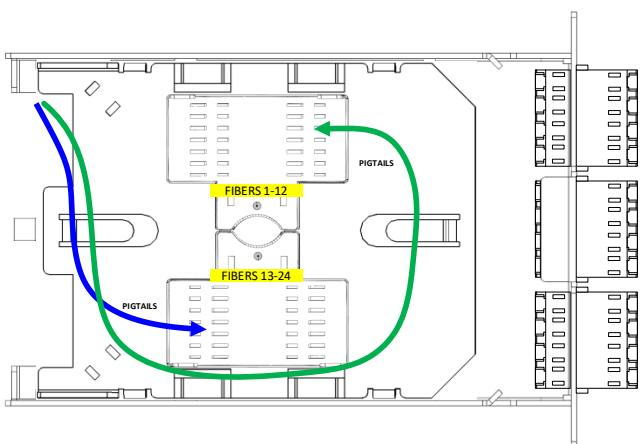
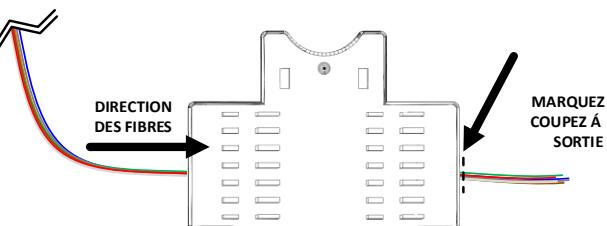
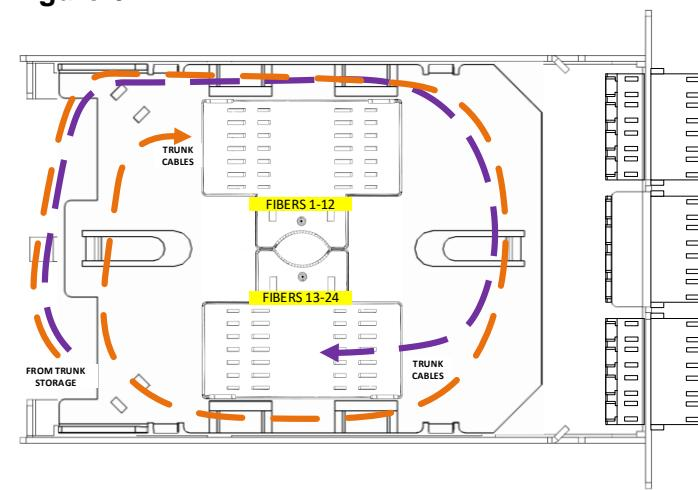

Figure 3
Figure 4
Figure 7
3.5 Réenrouler deux boucles de mou dans l'aire de stockage supérieure. Mettre le plateau d'épissage dans la base. Acheminer les fibres de liaison de la manière illustrée à la **figure 3**, puis au centre du support de raccordement. Marquer le groupe de 12 fibres au point de sortie du support cible, de la manière illustrée à la **figure 4**. Couper les fibres à la marque, sortir le mou de fibres de liaison du module et le mettre de côté en vue de l'épissage.
3.9 Placer le plateau d'épissage dans sa position d'installation et y acheminer les fibres d'artère. Acheminer les fibres en groupes de la manière illustrée à la **figure 7**. Marquer le groupe de 12 fibres au point de sortie du support cible, de la manière illustrée à la **figure 4**. Couper les fibres à la marque, sortir la boucle de câble d'artère du module et le mettre de côté en vue de l'épissage.